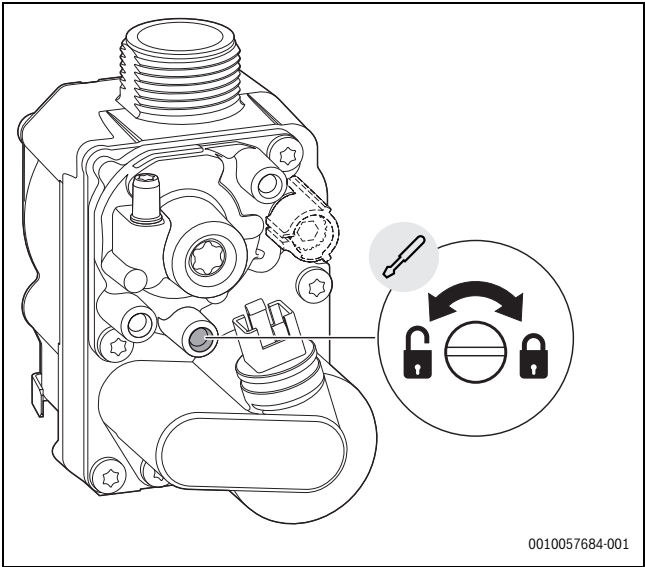

Fig. 84 Mesure de la pression de raccordement du gaz
- ▶ Desserrer la vis sur la tubulure de mesure pour la pression de raccordement du gaz de 2 tours (→ fig. 84).